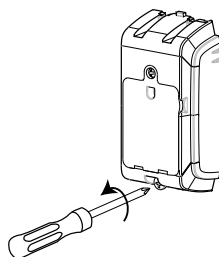

Figura 5: Desatornillado del dispositivo
2. Desatornille el tornillo inferior de la tapa del dispositivo. Véase la figura 5.